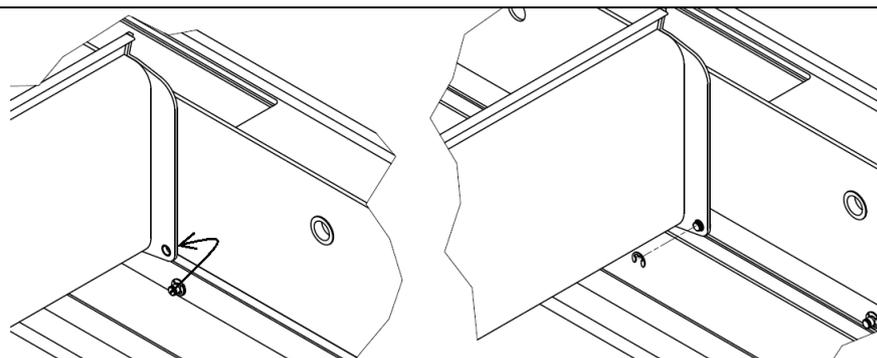

Figure 48
9. Soulever la tringlerie jusqu'au niveau du trou inférieur du bouchon d'entraînement de la lame et l'appliquer de l'extérieur (entre le bouchon et la barre) sur le côté du bouchon d'entraînement (Fig. 48-gauche).
10. Pousser l'extrémité saillante de l'axe des tiges dans le trou de l'embout de la lame (Fig. 48-droite). Lors de l'enfoncement, veillez à ne pas faire sortir la bague collectrice de l'embout.
11. Fixer l'extrémité visible de la goupille avec un petit clipeau exactement dans la rainure extrême de la goupille (fig. 48) - utiliser un outil spécifique (fig. 48-droite)